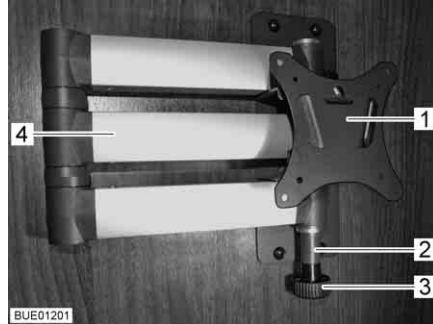

Bild 72 Fäste med ledad arm
- Dra i låsknappen (Bild 72,3). Den ledade armen (Bild 72,4) är upplåst.
- Vrid tillbaka den platta bildskärmen till utgångsläget, tills fästet (Bild 72,1) hakar fast i låset (Bild 72,2).